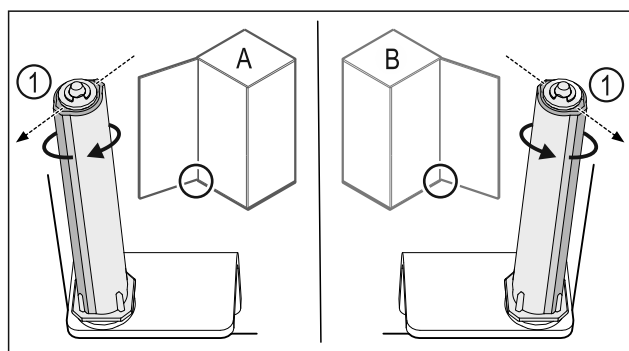

Fig. 38 Levý doraz (A) / pravý doraz (B)
- ▶ Otáčejte uzavíracím systémem proti odporu, dokud nebude lamela uzavíracího systému Fig. 38 (1) ukazovat směrem ven.